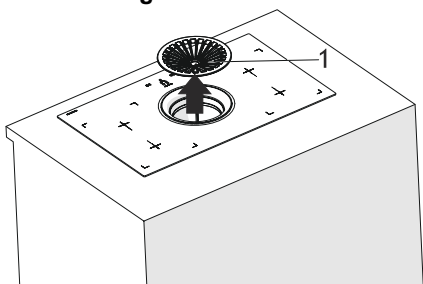

Fig. 9
1. ➡ ■ Skruva bort locket i pilens riktning (Fig. 9).